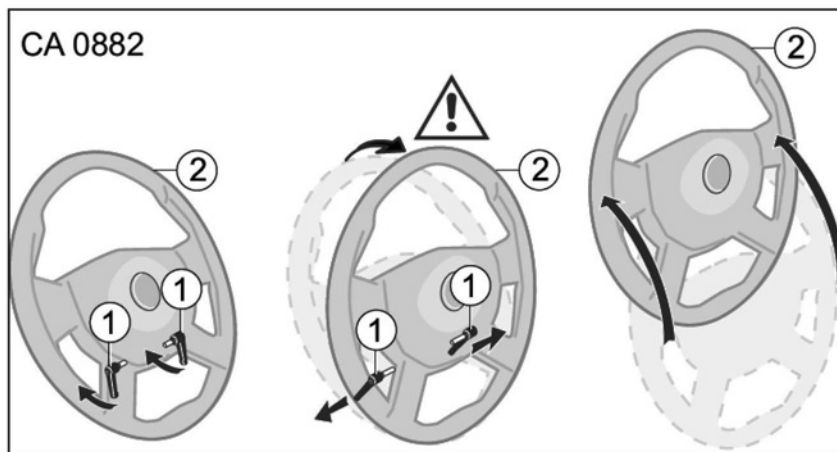

Fig. 92 Pivoter le volant
1. Tourner les deux verrous (Fig. 92/1) simultanément jusqu'en butée dans le sens de conduite.
En position extrême, tirer les deux verrous (Fig. 92/1) simultanément vers l'extérieur. Lors du déverrouillage, le volant (Fig. 92/2) saute légèrement vers l'avant.
2. Saisir le volant déverrouillé (Fig. 92/2) en son milieu et le pivoter vers le haut jusqu'à ce que le volant (Fig. 92/2) encliquette dans le dispositif de fixation. Le volant (Fig. 92/2) est ensuite tenu par une sorte de pince.